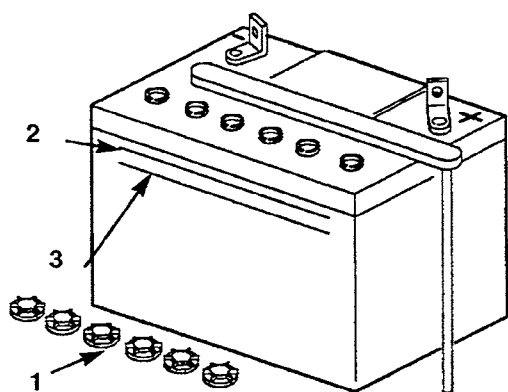

Figure 31
2. Examiner le côté de la batterie. L'électrolyte doit atteindre la marque UP (MAXIMUM) (Fig.31). Ne pas laisser le niveau baisser au-dessous de la marque LOWER (MINIMUM) (Fig. 31).
2. Dévisser les bouchons de remplissage (Fig. 31).
3. Verser doucement suffisamment d'eau distillée dans chaque cellule de la batterie pour que le niveau atteigne la marque MAXIMUM sur le boîtier (Fig. 31).